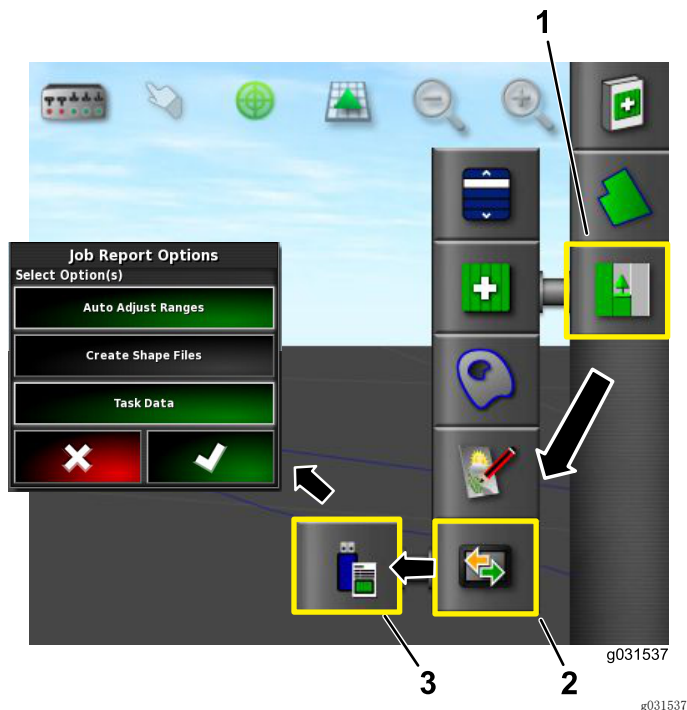

图21
2. 选择工作菜单图标（图21）。
3. 选择数据交换图标（图21）。